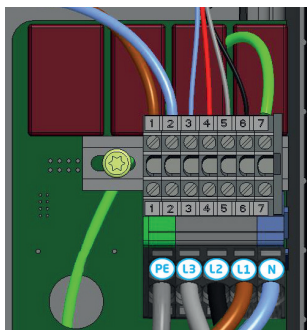

Figure 6 : Alimentation des bornes de raccordement et connecteur Control Pilot (CP) pour câble de charge (rouge) à Pro-line
5. Raccordez les câbles d'alimentation aux bornes de raccordement du bornier (voir figure 6).